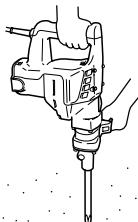

Fig. 5
- Comment buriner ou démanteler (Fig. 5)